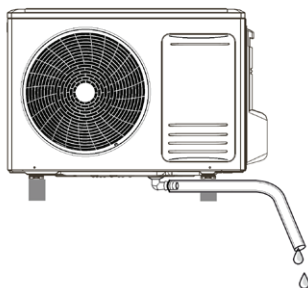

Fig. 10 -
2. Verbind met het verbindingsstuk (1-"Fig. 10 -") een voldoende stevige rubberslang (stevig genoeg om vervorming en hieruit mogelijk voortvloeiende vernauwingen te voorkomen).